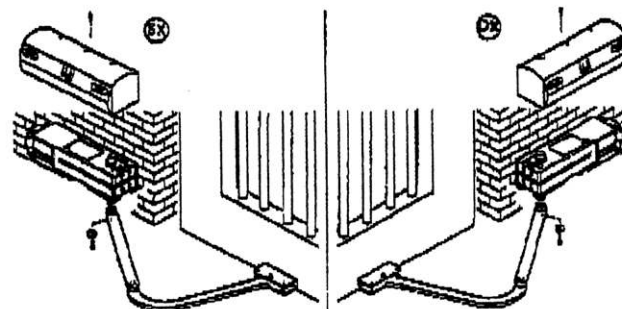

Fig. 10
- Wprowadzić dźwignię prostą w ramię przegubowe i w wał motoreduktora dokręcając go śrubą i podkładką z wyposażenia (rys. 10).
- Założyć obudowę siłownika (rys.10).